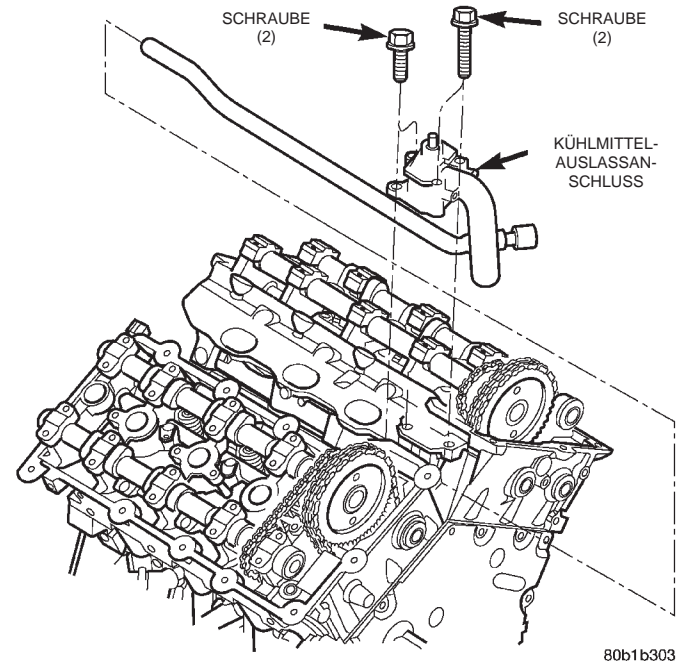

Abb. 20 Kühlmittel-Auslaßanschluß—Aus- und Einbau
(1) Das Kühlsystem entleeren. Näheres hierzu siehe Hinweise in diesem Abschnitt.
(2) Den oberen Kühler-Querträger abbauen. Näheres hierzu siehe Kapitel 23, "Karosserie".
(3) Das Ansaugkrümmer-Oberteil abbauen. Näheres hierzu siehe Kapitel 11, "Auspuffanlage und Ansaugkrümmer".
(4) Den oberen Kühlerschlauch am Auslaßanschluß abnehmen.
(5) Das Schnelltrenn-T-Stück des Heizungsschlauchs an der Heizungsleitung auf der Rückseite des Motors lösen.
(6) Den Halteclip der Heizungsleitung auf der Rückseite des Motors lösen.
(7) Den Steckverbinder am Kühlmittel-Temperaturfühler abklemmen.
(8) Die Schrauben lösen, mit denen der Kühlmittel-Auslaßanschluß befestigt ist (Abb. 20). Den Auslaßanschluß zum Ausbau so weit nach vorn bewegen, daß sich die Heizungsleitung von den Zylinderköpfen abhebt.
(1) Die Dichtflächen reinigen. Die Dichtung auf Risse und Einschnitte untersuchen. Nach Bedarf austauschen.
(2) Den Auslaßanschluß durch Einstecken der Leitung zwischen den Zylinderköpfen ausrichten (Abb. 20).
(3) Die Befestigungsschrauben eindrehen und mit einem Anzugsmoment von 12 N·m (105 in. lbs.) festziehen (Abb. 20).
(4) Den Halteclip und das Schnelltrenn-T-Stück des Heizungsschlauchs an der Heizungsleitung auf der Rückseite des Motors anschließen.
(5) Den Steckverbinder am Kühlmittel-Temperaturfühler anschließen.
(6) Den oberen Kühlerschlauch am Kühlmittel-Auslaßanschluß anschließen.
(7) Das Ansaugkrümmer-Oberteil und den oberen Kühlerträger einbauen.
(8) Das Kühlsystem befüllen. Näheres hierzu siehe unter "Befüllen des Kühlsystems" in diesem Abschnitt.